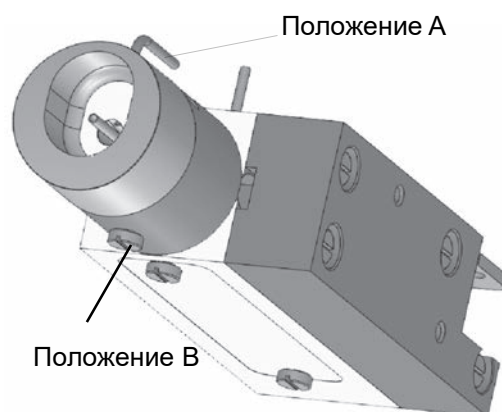

Рисунок 22 Пробоотборный канал
- Аккуратно **удалите трубку** из положения А (см. рисунок 22).